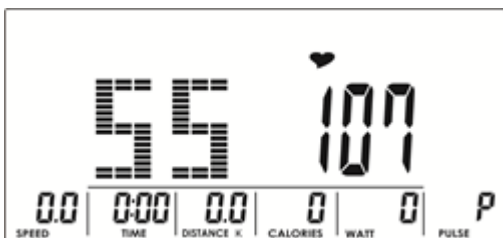
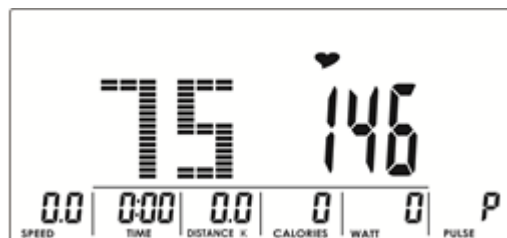
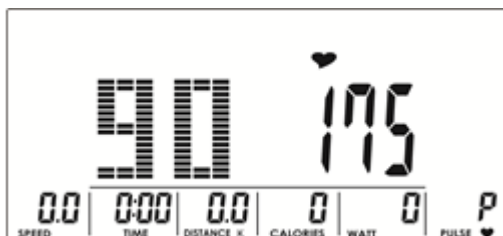
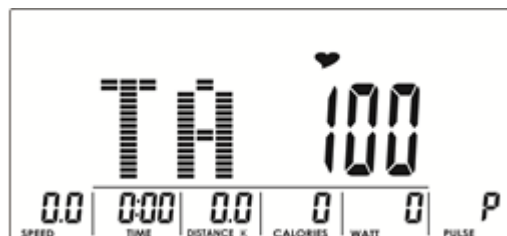

Abbildung 11
Abbildung 12
Abbildung 13
Abbildung 14
2. Benutzen Sie den UP/DOWN Drehregler und wählen Sie zwischen 55% (Abb. 11), 75% (Abb. 12), 90% (Abb. 13) oder TAG (Zielherzfrequenz, Standardeinstellung 100) (Abb. 14). Falls Sie TAG auswählen, können Sie mit dem UP/DOWN Drehregler den Wert zwischen 30 und 230 einstellen. Bestätigen Sie durch drücken der MODE/ENTER Taste.